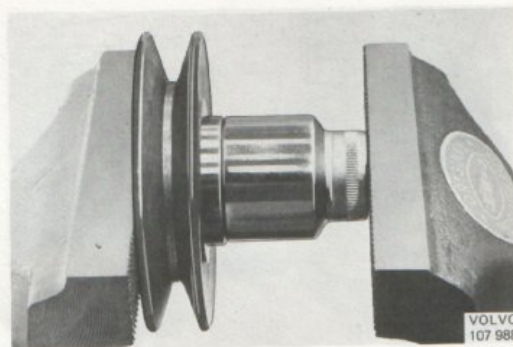

Bild 43. Ipressning av lager, spännrulle tid.utf.
4. Pressa i det nya lagret (bild 43).